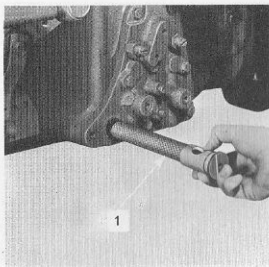

Fig. 64 Borttagning av "Select-O-Speed" sugsil (Major 4000)
3. Tag bort sugsilen, fig. 64, och rengör den ordentligt.